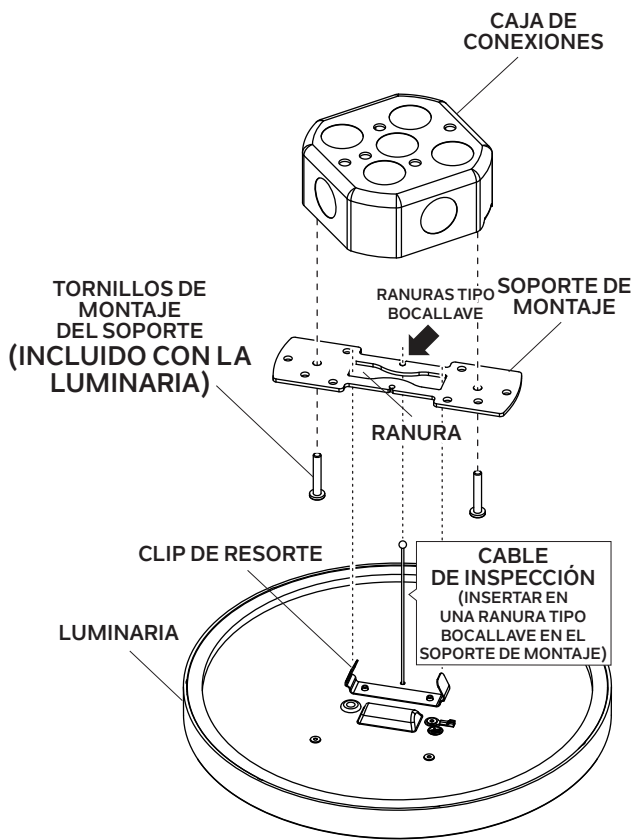

Fig. 2
• EN CAS D'INSTALLATION DU LUMINAIRE SUR UNE BOÎTE DE JONCTION DE VENTILATEUR DE PLAFOND RONDE (non incluse), installez le support de montage sur la boîte de jonction à l'aide des vis de montage du support (incluses) (Voir Fig. 2)
- SI INSTALA LA LUMINARIA EN UNA CAJA DE CONEXIONES DE VENTILADOR DE TECHO REDONDA (no incluida), instale el soporte de montaje en la caja de conexiones utilizando los tornillos de montaje del soporte (incluidos) (Ver Fig. 2).